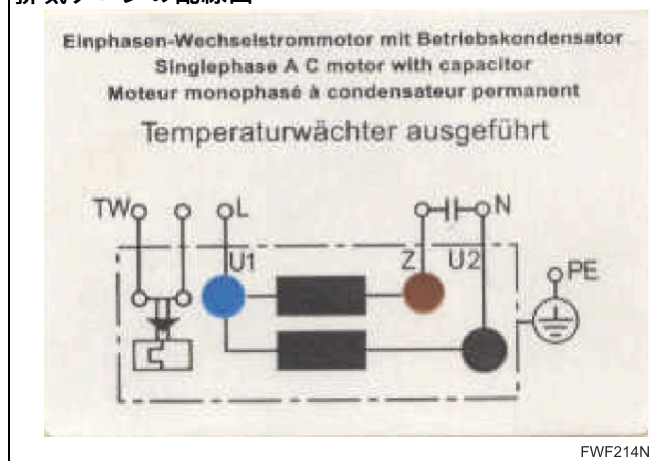

図 54
- ・ 主排気ファンは、後方に曲がった羽根を中心とした放射状であり、統合型単相誘導モーターを備えています。その温度保護は、モーター巻線に統合されています (図 54を参照)。